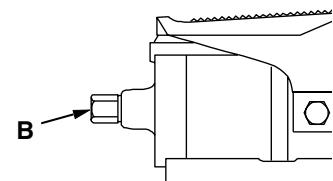

Figure 5
1. Voir la figure 5. Raccorder une source d'alimentation en air de $15,3 \text{ m}^3/\text{h}$ [$9 \text{ pi}^3/\text{mn}$] (minimum) au connecteur pivotant NPTF de $\frac{1}{4}$ " (B) de la pompe à air. Utiliser exclusivement un flexible ou un raccord rapide de $\frac{1}{4}$ ". L'usage d'un raccord plus gros et lourd n'est pas recommandé. Étanchéiser le branchement avec un composé pour filetage de haute qualité.